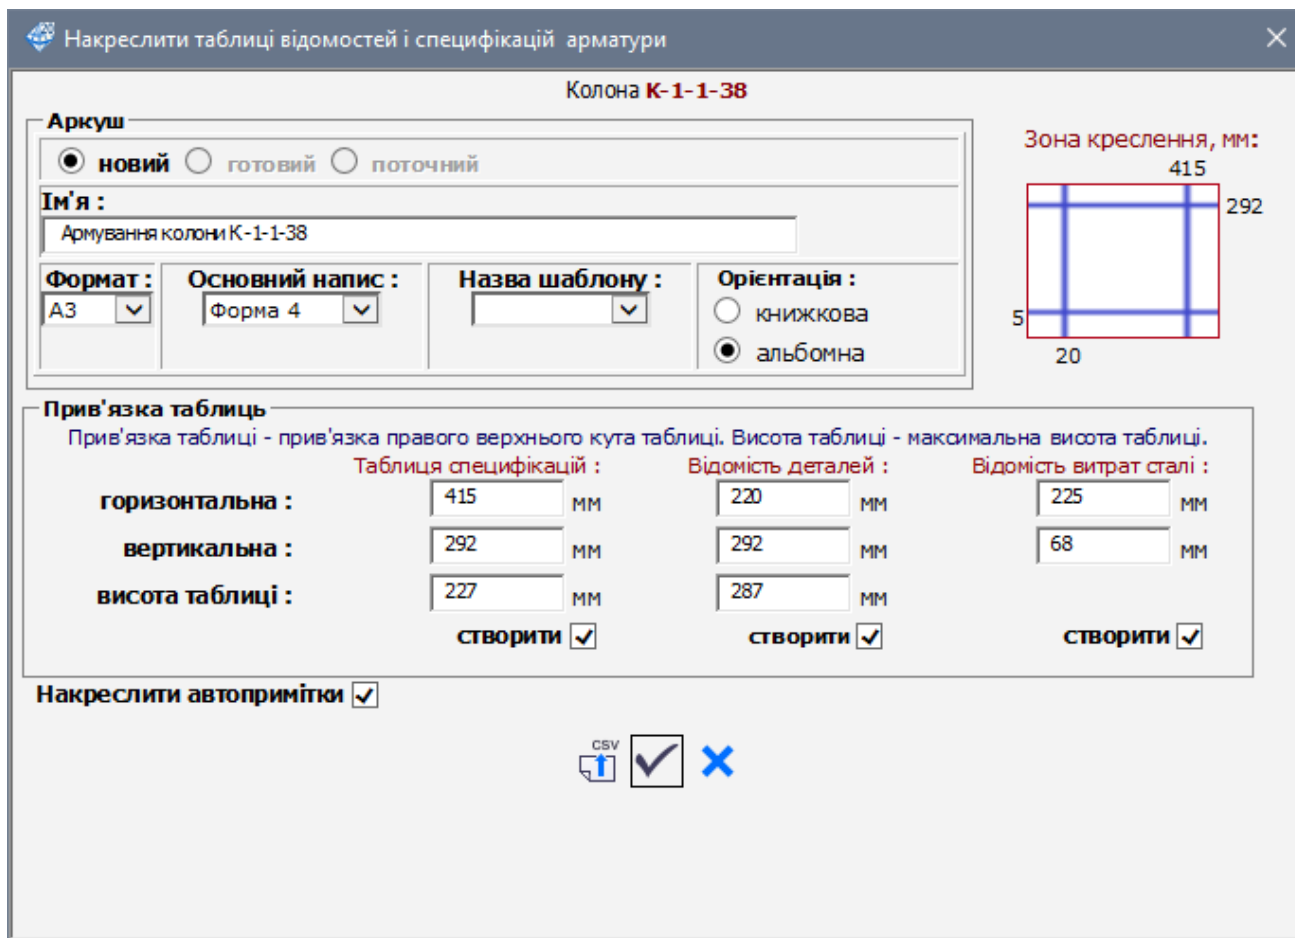

Рис. 27.23. Діалогове вікно Вичертити таблиці відомостей і специфікацій арматури
- Викличте діалогове вікно **Вичертити таблиці відомостей і специфікацій арматури** (рис. 27.23) натисканням по кнопці  **Помістити на креслення...**.